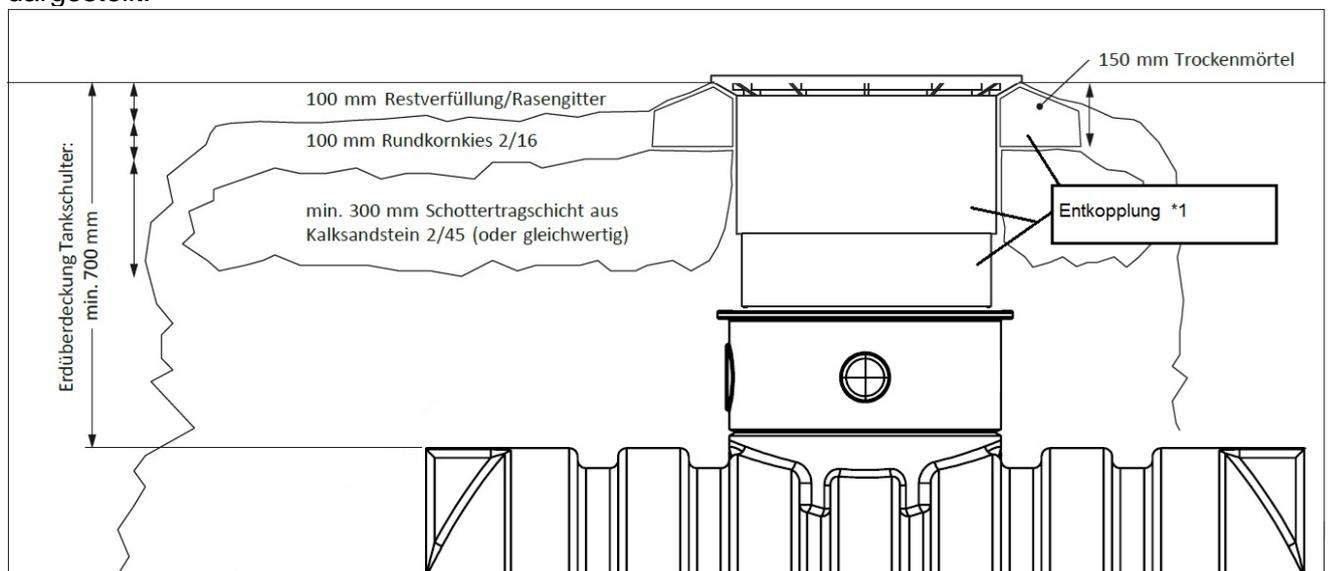

Abbildung 5: Bauseitige Herstellung eines befahrbaren Überbaus mit Teleskopdom
Der Erdtank ist für Verkehrsflächen der Klasse A nach EN 124 vorgesehen (Radfahrer, Fußgänger) und unter Einhaltung spezieller Einbaumaßnahmen PKW-befahrbar: **PKW-befahrbarer Teleskopdom (95.0050.0072)**, belastbar mit 15kN / 1500kg (niedrige Geschwindigkeit überfahrbar, Mindesterdüberdeckung der Tankschulter (Hü) = 700 mm ==> siehe Abbildung 5).
- Ergänzend zur Schottertragschicht wird **unterhalb des Rahmens des Teleskopdoms** eine ca. 150 mm hohe Unterfütterung aus Trockenmörtel (Fertigmischung aus dem Baumarkt) aufgebracht. Diese Schicht muss umlaufend min. 200 mm breit sein und ist direkt am Teleskopdom auszuführen. **Entkopplung *1 Abbildung 5**